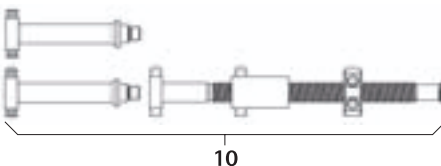

Рис. 16
- Установить шпindelный дистрактор 10, см. Рис. 16.